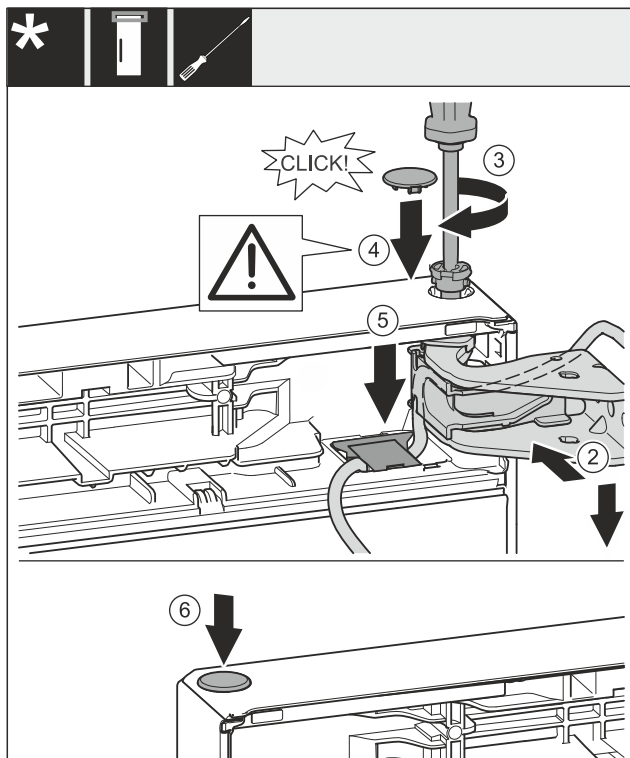

Fig. 31
- ▶ Joondage uks ülal laagripuki ava suhtes välja. Fig. 31 (2)
- ▶ Pange polt sisse ja keerake kruvikeerajaga T15 kinni. Fig. 31 (3)
- ▶ Monteerige ukse kindlustamiseks turvakate: pange turvakate sisse ja kontrollige, kas see toetub uksele. Vastasel juhul pange polt täielikult sisse. Fig. 31 (4)
- ▶ Pange kate sisse ja vajutage allapoole, kuni see fikseerub. Fig. 31 (5)
- ▶ Pange kork sisse. Fig. 31 (6)